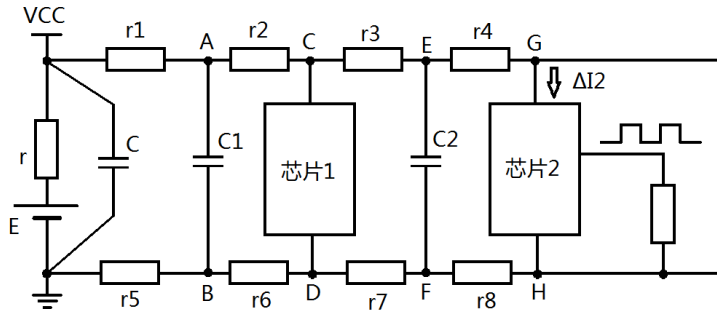

图 1.13 错误的去耦电容位置
- 1) 如图 1.13 所示，由于线路是有电阻的，电容 C_1 和 C_2 仅能稳定 U_{AB} 和 U_{EF} 两端电压